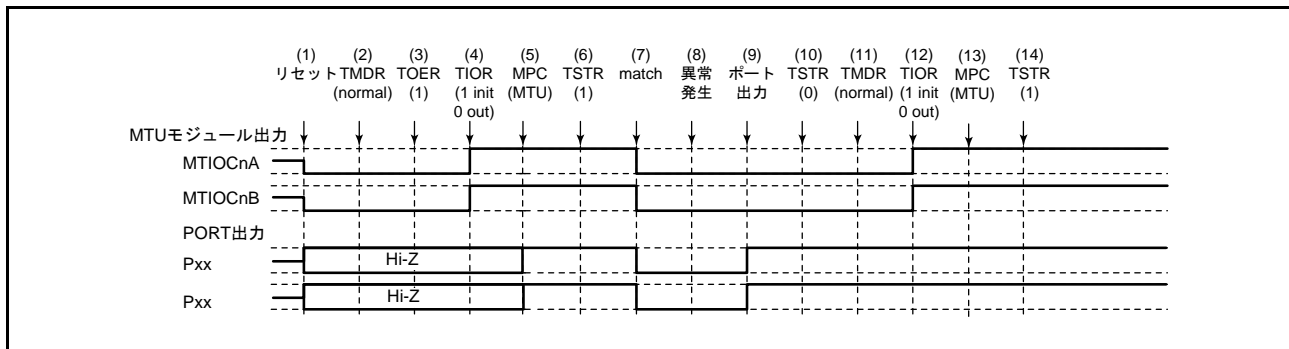

図 22.154 ノーマルモードで異常が発生し、ノーマルモードで復帰する場合
ノーマルモードで異常が発生し、再設定後ノーマルモードで再スタートする場合の説明図を図 22.154 に示します。
(1) ~ (10) は図 22.154 と共通です。
(11) PWM モード1を設定します。
(12) TIOR レジスタで端子を初期化してください (PWM モード1では MTIOCnB (MTIOCnD) 端子に波形が出力されません。出力すべきレベルがある場合は、I/O ポートのポート方向レジスタ (PDR)、ポート出力データレジスタ (PODR) で汎用出力ポートの設定をしてください。
(13) MPC と I/O ポートのポートモードレジスタ (PMR) で MTU 出力としてください。
(14) TSTRA (TSTRB) レジスタで再スタートします。
(11) PWM モード2を設定します。
(12) TIOR レジスタで端子を初期化してください (PWM モード2では周期レジスタに使用した TGR レジスタに対応する端子に波形が出力されません。出力すべきレベルがある場合は、I/O ポートのポート方向レジスタ (PDR)、ポート出力データレジスタ (PODR) で汎用出力ポートの設定をしてください)。
(14) TSTRA レジスタで再スタートします。
(11) 位相計数モードを設定します。
(12) TIOR レジスタで端子を初期化してください。
(11) TIOR レジスタでノーマルモードの波形生成部を初期化してください。
(12) TIOR レジスタでノーマルモードの波形生成部の動作を禁止してください。
(13) TOERA (TOERB) レジスタで MTU3、MTU4 (MTU6, MTU7) の出力を禁止してください。
(14) TOCR1A、TOCR2A (TOCR1B, TOCR2B) レジスタで相補 PWM の出力レベルと周期出力の許可 / 禁止を選択してください。
(15) 相補 PWM を設定します。
(16) TOERA (TOERB) レジスタで MTU3、MTU4 (MTU6, MTU7) の出力を許可してください。
(17) MPC と I/O ポートのポートモードレジスタ (PMR) で MTU 出力としてください。
(18) TSTRA (TSTRB) レジスタで再スタートします。